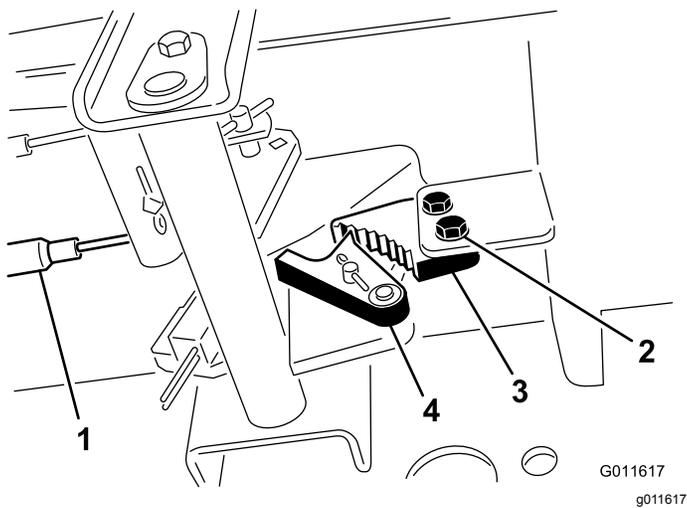

图65
1. 松开将驻车刹车闸固定到机架的 2 个螺钉图65。
2. 向前踩驻车刹车踏板直到刹车卡槽完全接合刹车闸图65。